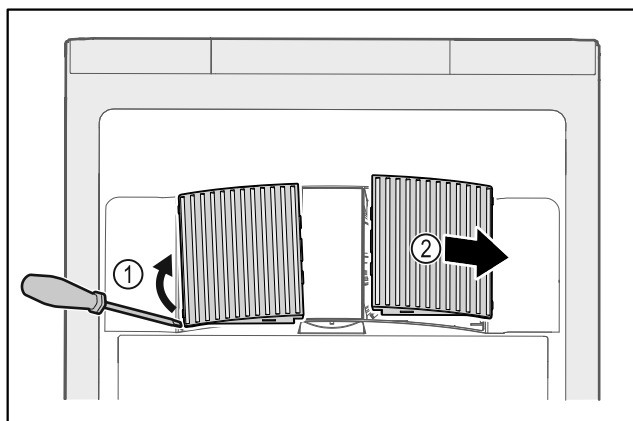

Fig. 58
- ▶ Ostrożnie podważyć osłony wentylatora z boku Fig. 58 (1) i zdjąć do przodu Fig. 58 (2).